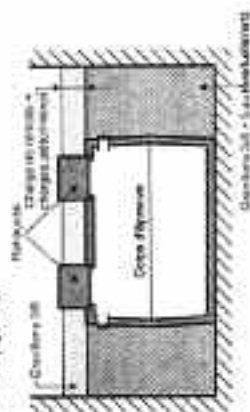

Figure 6 : Remplissage de la fosse en eau
- Remplissage effectué en eau de base jusqu'au niveau supérieur de la fosse, dans le cas où la fosse est testée en conditions de sécheresse (Figure 6).